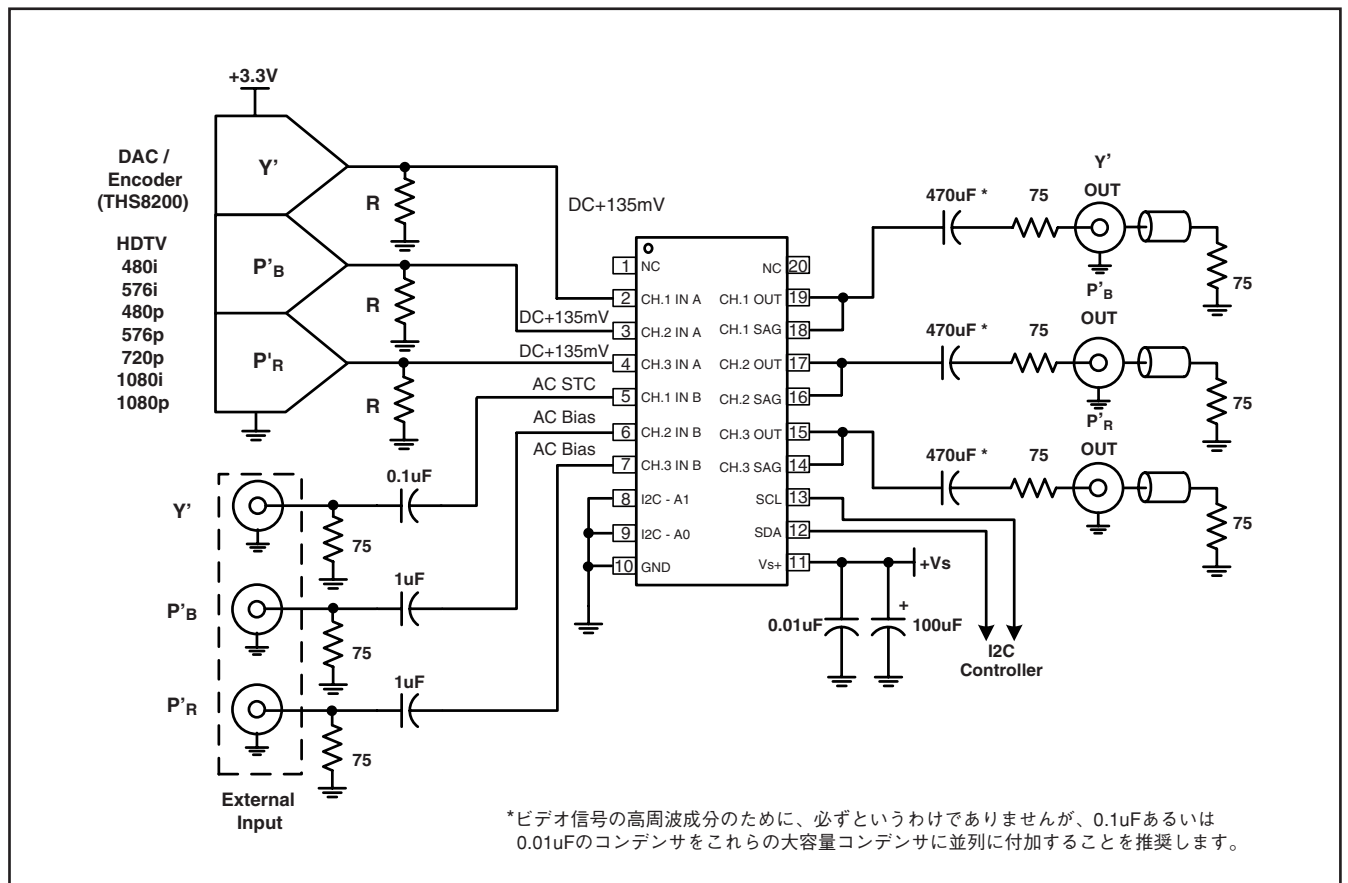

図 5. エンコーダ/DACおよびAC結合ラインドライブの外部入力からの、代表的なY'P'B'P'R入力
THS7303をビデオバッファとして使用する代表的なアプリケーション回路を図5に示します。この図は、THS7303の3入力チャンネルをドライブするDAC（あるいはTHS8200のようなエンコーダ）を示します。高品位ビデオ (HD) あるいはエンハンスド・デフィニション (ED) $Y^*P^*B^*P^*R^*$ (ときには $Y^*U^*V^*$ 、あるいは誤って $Y^*C^*B^*C^*R^*$ と記される) チャンネルが図示されていますが、これらはSビデオ Y^*/C^* チャンネル、および標準品ビデオ (SD) システムのコンポジット・ビデオ・ベースバンド信号 (CVBS) にも容易に置き換えられます。またこれらの信号は、 $G^*B^*R^*$ (aka $R^*G^*B^*$) あるいは、シンク信号の配置によって一般に $R^*G^*s^*B^*$ (シンク・オン・グリーン) や $R^*SG^*s^*B^*s^*$ (シンク・オン・オール・シグナル) と呼ばれる他の種類にも置き換えられます。